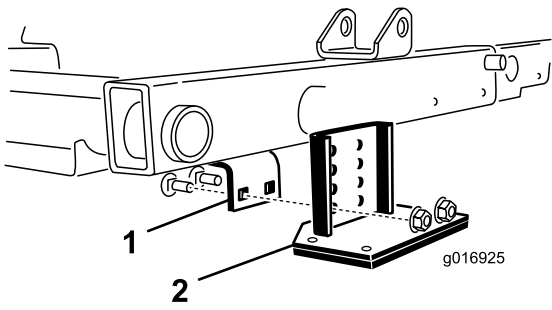

图30
- 找到中心滚刀组上方的机架托架（图30）。
- 在按下中心滚刀组前滚筒的同时，确定翻斗托架上的哪些孔与机架托架孔对齐，以便在翻斗托架安装后，能够实现同样的滚筒接触（图30）。
4. 放下滚刀组，用随套件（图30）提供的 2 个托架螺栓和 2 个螺母将翻斗托架安装到机架上。